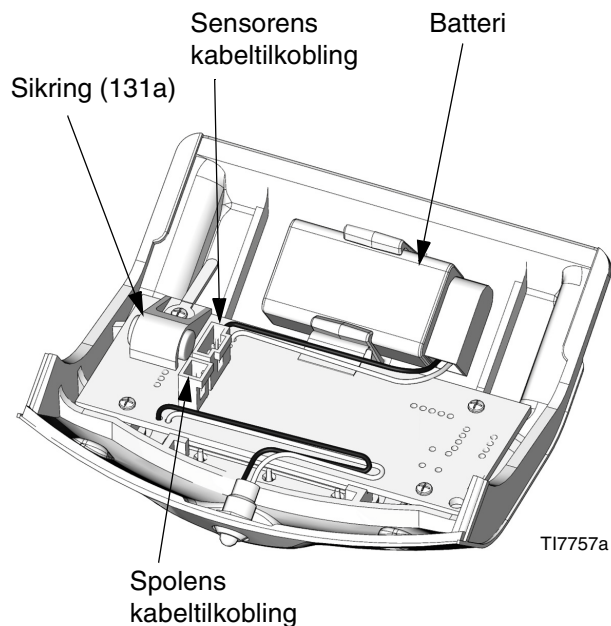

FIG. 5. DataTrak-enhetens batteri og sikring
2. Koble rusningsspole- og sensorkablene fra modulkortet. Se FIG. 5.
3. Ta DataTrak-modulen (131) med til et sted som ikke er eksplosjonsfarlig.